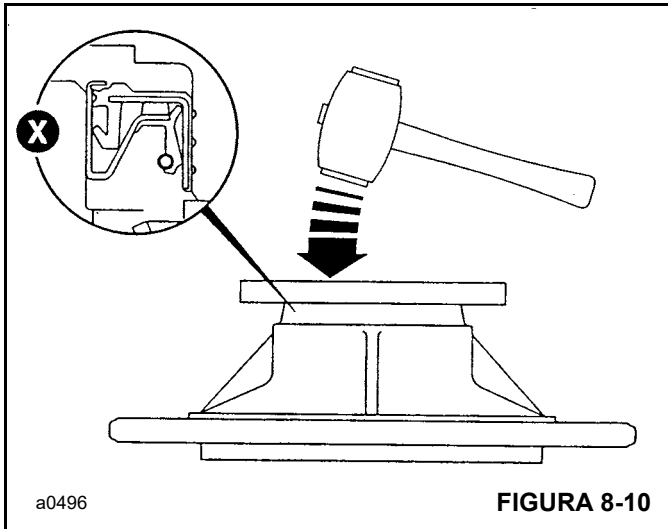

FIGURA 8-10
5. Con la llave de acoplamiento impulsor (Figura 8-10), apriete la tuerca a un par de 250 Nm (184 lb-pie).
No lubrique antes de instalar. Inserte el sello recto en el portacojinete 8 hasta que el reborde de ubicación quede a ras, como se ilustra en X Figura 8-10.